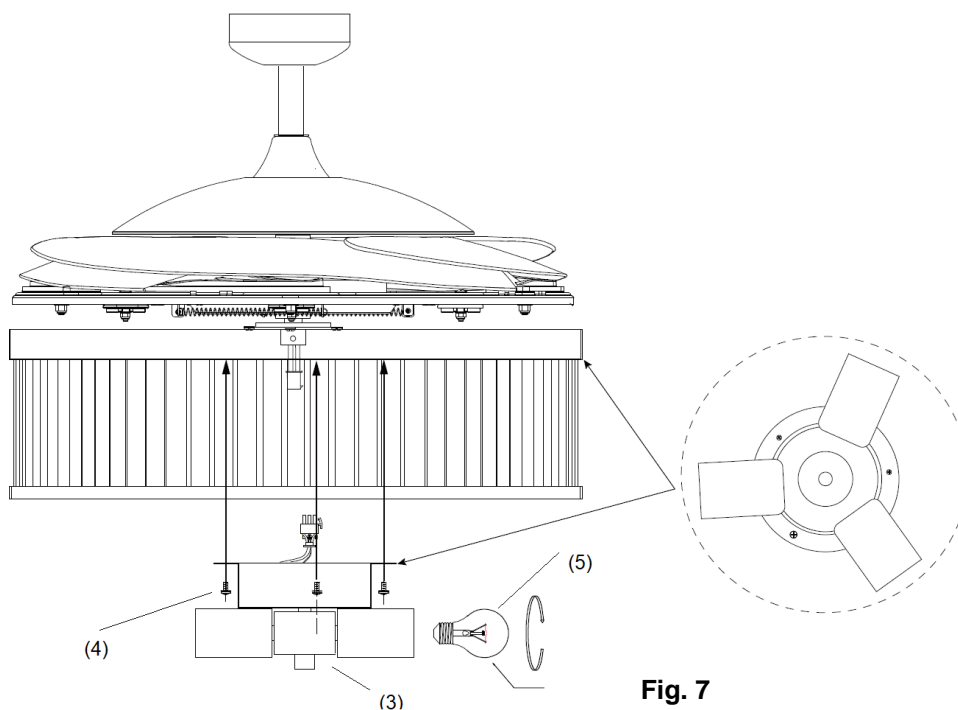

Fig. 7
4. Reliez le connecteur rapide au porte-lampe (3). (Fig. 7)
5. Fixez le porte-lampe (3) au support de kit d'éclairage en serrant les 3 vis (4). Évitez de trop serrer.
6. Installez les ampoules (5) dans les porte-lampes. Ne dépassez pas la puissance nominale maximale.